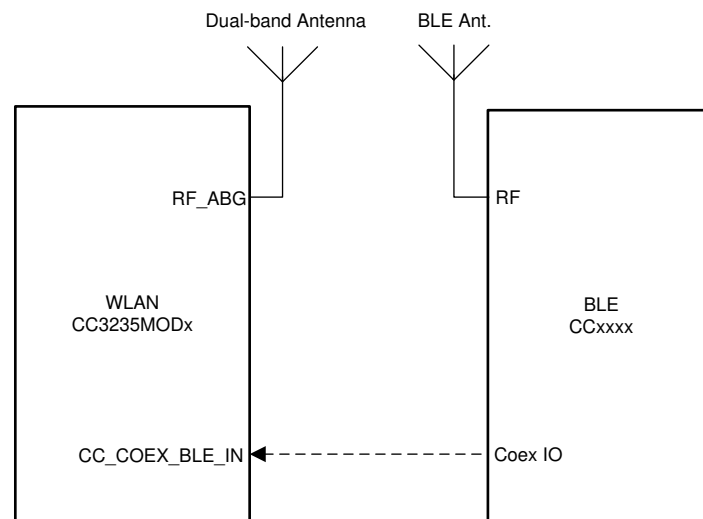

图 9-1. 双天线共存模式方框图
- 双频带 Wi-Fi (请参阅图 9-1)
图 9-1 展示了完整的低功耗 Bluetooth® 和 WLAN 共存网络的双天线实现，其中 WLAN 在 2.4GHz 或 5GHz 频带上运行。请注意，在该实现中，不需要 Coex 开关，因此 BLE 器件与 CC3235MOD 器件之间只需要单个 GPIO。此外，CC3235MODx 的天线是外部天线，而 CC3235MODAx 的天线是集成天线。